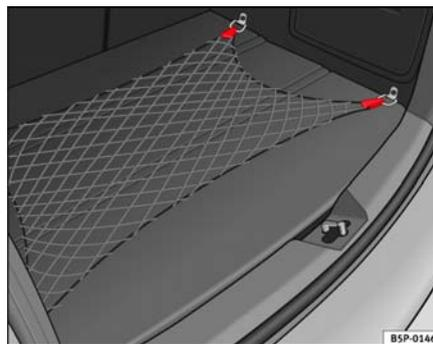

Fig. 106 Red portaobjetos maletero
- Utilice las anillas de amarre existentes en los laterales del maletero, para fijar la red portaobjetos ⇒ página 137, fig. 106